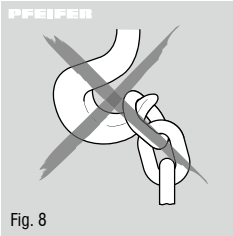

Fig. 8
- Krogens spidser må ikke belastes (fig. 8).
Ved at trække i håndkæden i urets retning hejses lasten op. Hægt altid lasten på i krogens midte. Krogenes spidser må ikke belastes (fig. 8).